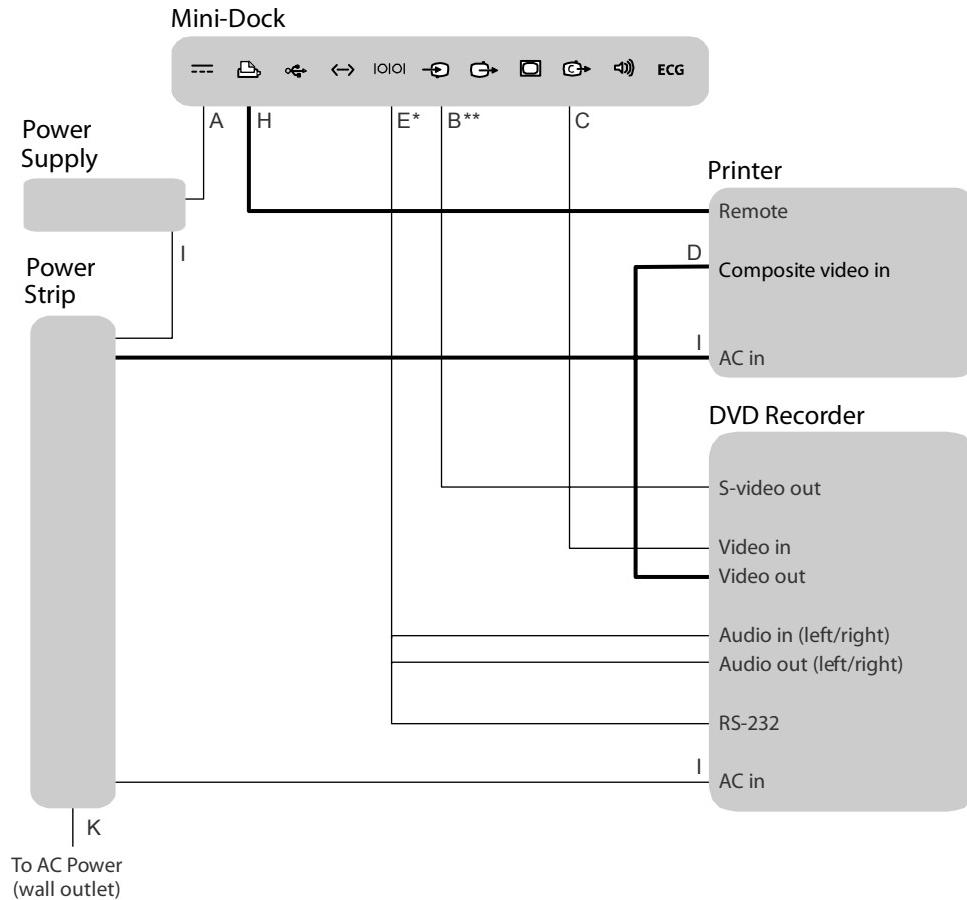

Figure 2 Connectivité de l'échographe, de l'imprimante et de l'enregistreur de DVD
La station MDSm est dotée de connexions pour une imprimante et un enregistreur de DVD. Voir Figure 2. Pour des informations spécifiques sur les enregistreurs de DVD et les imprimantes, notamment les avertissements et mises en garde, voir le mode d'emploi correspondant.
Connexion des câbles	<ol style="list-style-type: none"> <li>1 Bloquer les roues et retirer le panneau arrière.</li> <li>2 S'assurer que le cordon d'alimentation c.c. au cheminement prédéterminé (A) est connecté au mini-dock et que le cordon d'alimentation c.a. pré-installé (I) est branché sur la barrette de connexion.</li> <li>3 Connecter les câbles de l'enregistreur de DVD. Voir <a href="#">Figure 2</a>, page 9 et « <a href="#">Symboles des câbles, des connecteurs et du mini-dock</a> », page 16.             <ul style="list-style-type: none"> <li>• Cordon d'alimentation secteur (I).</li> <li>• Câble vidéo composite au cheminement prédéterminé (C).</li> <li>• Câble S-Vidéo au cheminement prédéterminé (B). Connecter la carte S-vidéo (B2) au câble de rallonge (B1) et au câble S-vidéo (B).</li> <li>• Câble RS-232 au cheminement prédéterminé (E).</li> <li>• Connecter la carte DVD (G2) au connecteur RS-232 et connecter les câbles de rallonge audio (E1) aux connecteurs d'entrée/de sortie gauche/droit audio rouge et blanc.</li> </ul> <p>Remarque : Le cheminement du câble RS-232 (E) est prédéterminé via la colonne de la station MDSm. Connecter une extrémité au mini-dock. L'autre extrémité est dotée de cinq connecteurs qui doivent être raccordés à l'enregistreur de DVD.</p> </li> <li>4 Connecter les câbles de l'imprimante. Voir <a href="#">Figure 2</a>, page 9 et « <a href="#">Symboles des câbles, des connecteurs et du mini-dock</a> », page 16.             <ul style="list-style-type: none"> <li>• Câble de commande d'impression au cheminement prédéterminé (H)</li> <li>• Cordon d'alimentation secteur de l'imprimante (I)</li> <li>• Câble vidéo composite (D)</li> </ul> </li> <li>5 Brancher le cordon d'alimentation du système (K) sur une prise de courant conforme aux normes hospitalières.</li> <li>6 Replacer le panneau arrière (ventilations en haut) en l'enclenchant par le haut.</li> </ol>